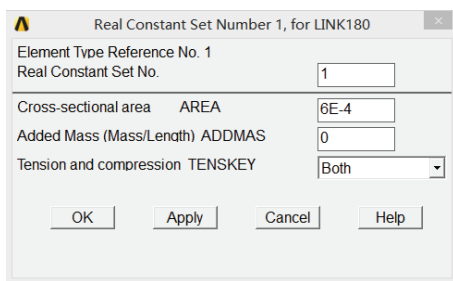

图 3-64 定义单元实常数对话框
3) 选择 Main Menu | Preprocessor | Real Constants | Add/Edit/Delete 命令, 出现 Real Constants 对话框, 单击 Add 按钮, 出现 Element Type for Real Constants 对话框, 单击 OK 按钮, 出现 Real Constant Set Number 1, for LINK180 对话框, 在 Real Constant Set No. 输入栏中输入 1, 在 Cross-sectional area AREA 输入栏中输入 $6E-4$, 在 Added Mass (Mass/Length) ADDMAS 输入栏中输入 0, 如图 3-64 所示。